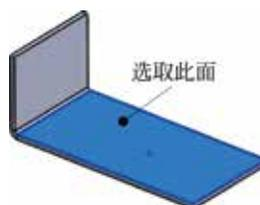

图 5.125 截面草图
- **步骤 4** 放置成型特征。在设计库中选中 bridge lance 成型工具，按住鼠标左键，将其拖动到如图 5.125 所示的钣金表面上，采用系统默认的成型方向，松开鼠标左键完成放置，单击“成型工具特征”对话框中的 按钮完成初步创建。